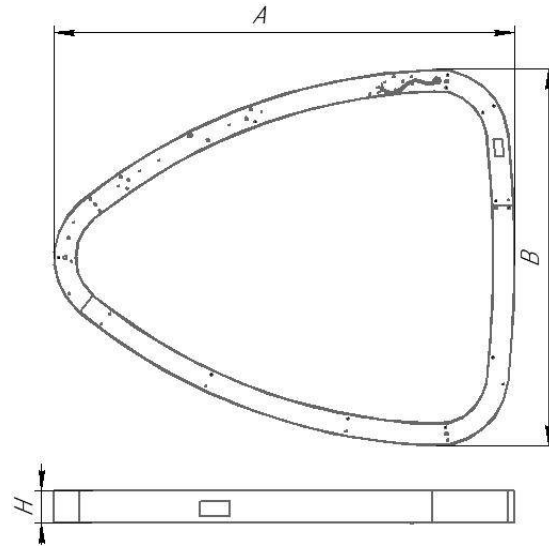

Рисунок 1 - Общий вид светильников серии ДСО33 Horizon Relo
5.13 Снимите защитную пленку с корпуса поз.1 (рисунок 1)